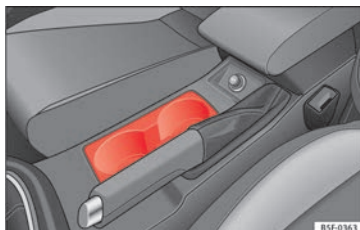

Fig. 155 Consola central: portabebidas delantero.
– Ponga las bebidas en el soporte » **fig. 155**. Se pueden poner dos bebidas. En los revestimientos de las puertas hay la posibili-